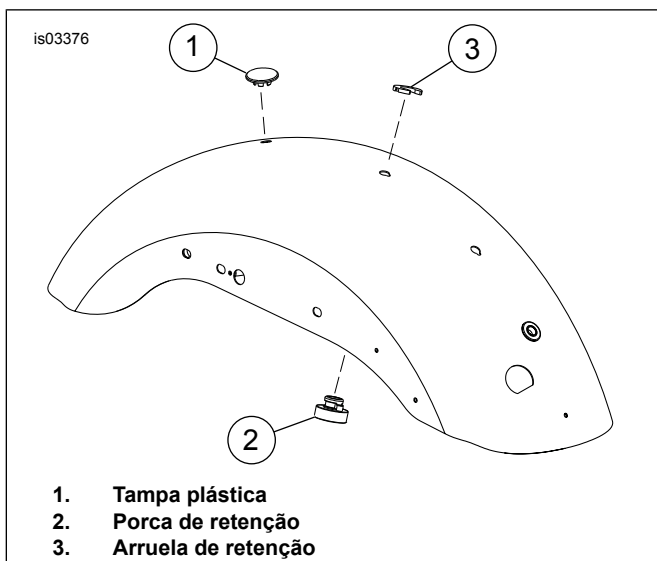

Figura 2. Porca de retenção e tampa plástica (assentos individuais)
- Para os modelos XL883 e XL883L:** Veja Figura 2. Remova e conserve a tampa plástica (1) do furo de trás do para-lama.
- Remova a porca de retenção (2) e a arruela (3) do furo intermediário do para-lama.